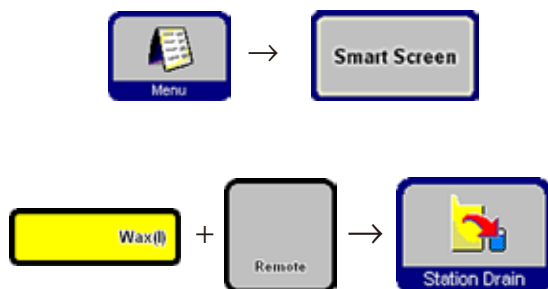

図 56
- 空にするパラフィン槽と外部レセプタクル (Remote、図 56) を選択します。次に **STATION DRAIN...** 「ステーション排出」 を押します。